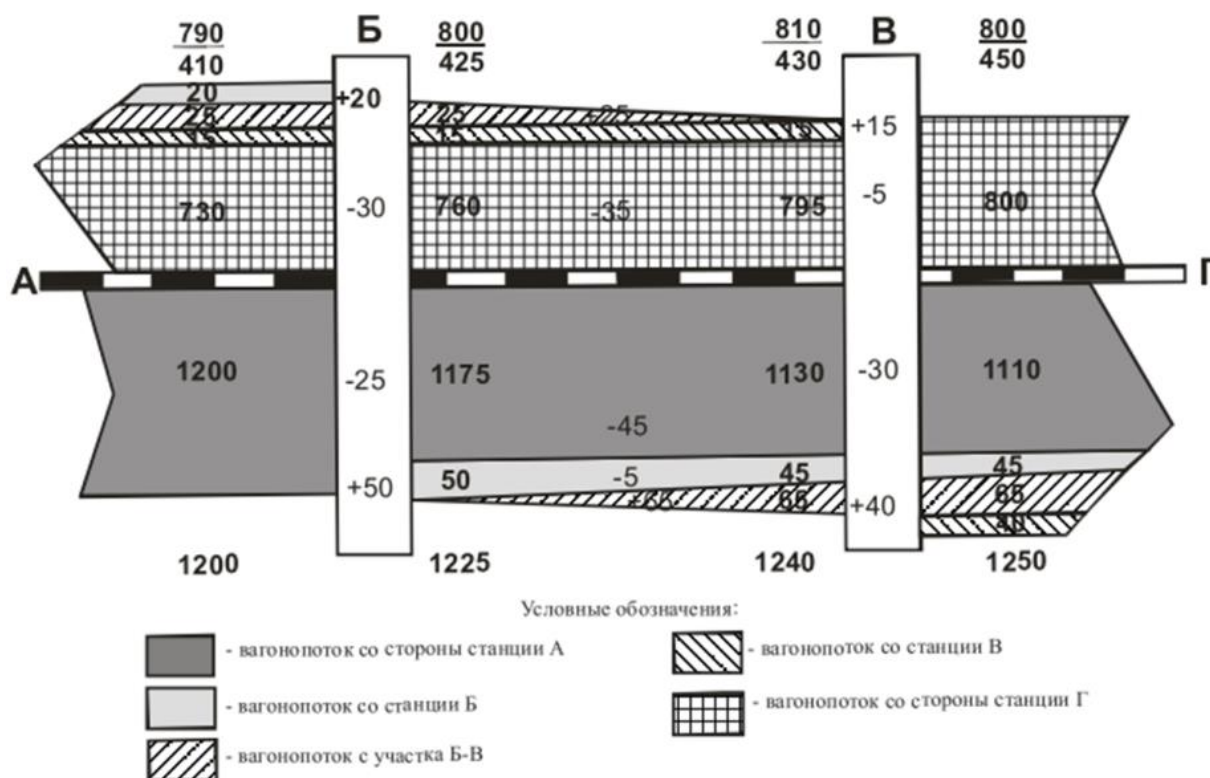

Рис. 2.2 Диаграмма груженых вагонопотоков
1. Диаграмму грузенных вагонопотоков выстроить в соответствии со схемой линии А-Г рис 2.1. На диаграмме рис.2.2 каждому вагонопотоку присвоить условное обозначение (различные штриховые линии или цвет). Размеры вагонопотока указать цифрами в начале, конце и там где вагонопотоки раздваиваются. Начинать построение диаграммы следует с начальных станций направления. Вагонопоток обозначенный цифрами со знаком «-» означает число вагонов, выгруженных на станции или участке. Вагонопоток обозначенный со знаком «+» означает число вагонов, погруженных на станции или участке.